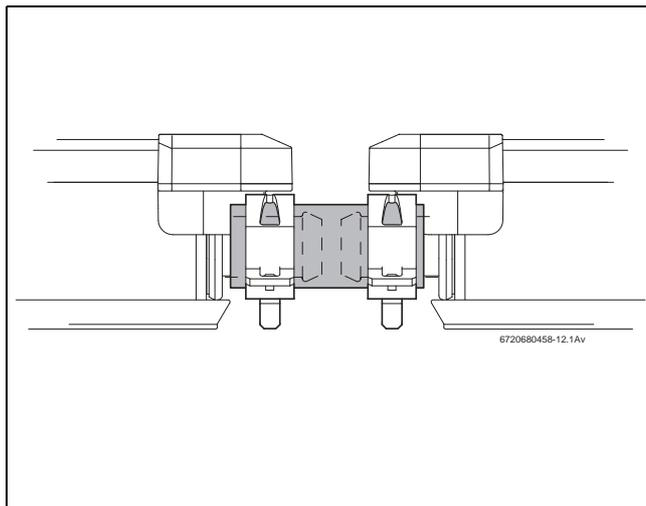

Fig. 68 Mangueira solar com abraçadeiras de mola fixadas
- ▶ Proteger as mangueiras solares e os tampões cegos na ligação do colector com uma abraçadeira de mola (Fig. 68).